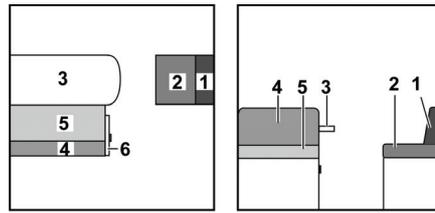

Bild 157 Vor dem Umbau
- Tisch (Bild 157,3) vergrößern und den vergrößerten Hängetisch zum Bettunterbau umbauen (siehe Abschnitt 7.8).
- Griff ziehen und Klappe (Bild 157,6) öffnen.